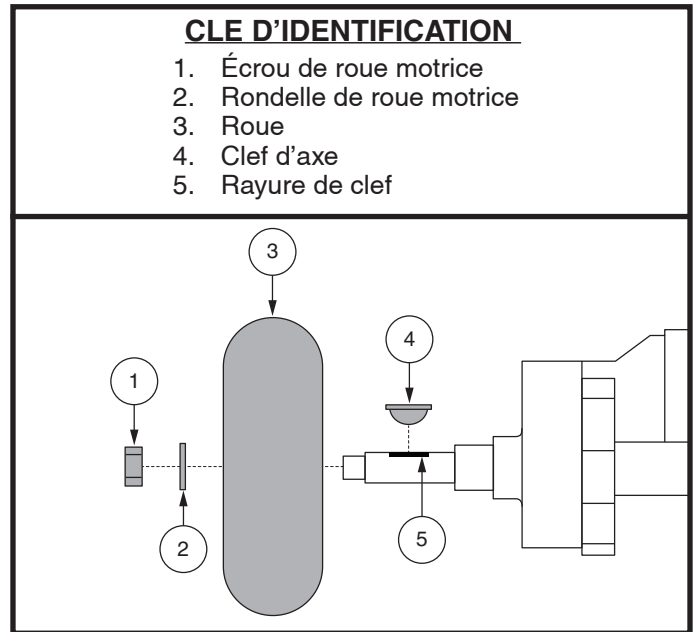

Figure 38. Enlèvement de la roue motrice à âme pleine
3. Enlever le l'écrou et la rondelle de roue motrice sur l'essieu. **Voir la figure 38.**